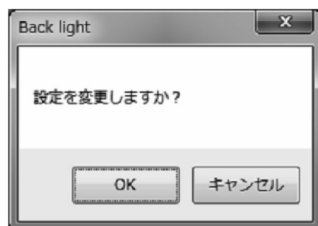

図93
- ⑤ 設定が完了し、「OK」ボタンをクリックすると、メッセージボックス(図93)が表示されます。